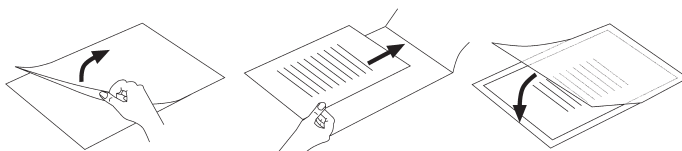

Fig. 2
- ▶ Certifique-se de que apenas utiliza uma única película para a laminação. Abra-a previamente, como representado na fig. 2.
- ▶ Certifique-se de que apenas utiliza uma única película para a laminação. Abra-a previamente, como está representado, por exemplo, na fig. 2.